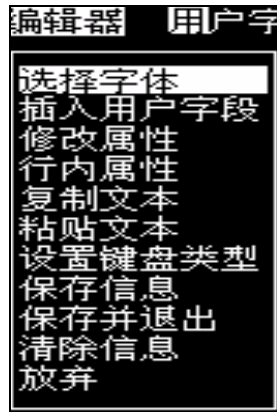

图 5-9: 编辑器菜单
- 1 按下 *Alt+E* 键，或者按下 *F1*。即会出现 *Editor*（编辑器）菜单（请参阅图 5-9）。